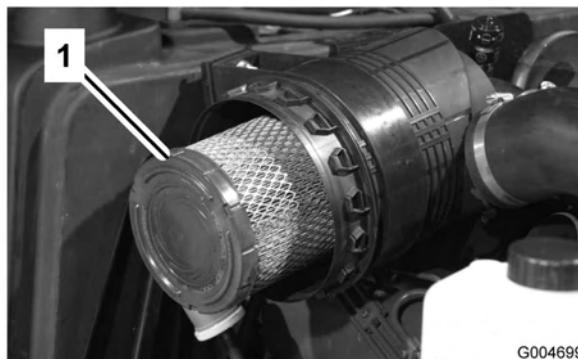
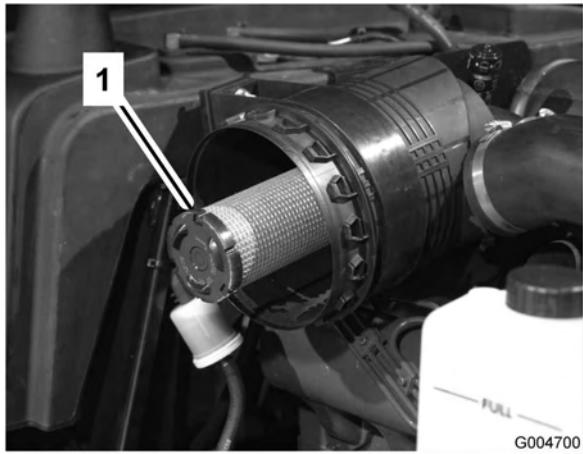

Figure 47
Figure 48
- Enlevez l'élément principal (Figure 47). Il est déconseillé de nettoyer les éléments usagés car cela risque d'endommager le matériau du filtre. Vérifiez que le filtre de rechange n'a pas été endommagé pendant le transport. Vérifiez l'extrémité d'étanchéité du filtre et du corps. N'utilisez pas l'élément s'il est endommagé. N'enlevez **pas** l'élément de sécurité (Figure 48).
Important: N'essayez jamais de nettoyer l'élément de sécurité (Figure 48). Remplacez-le une fois sur trois, quand vous effectuez l'entretien de l'élément principal.
4. Remplacez l'élément principal (Figure 47).